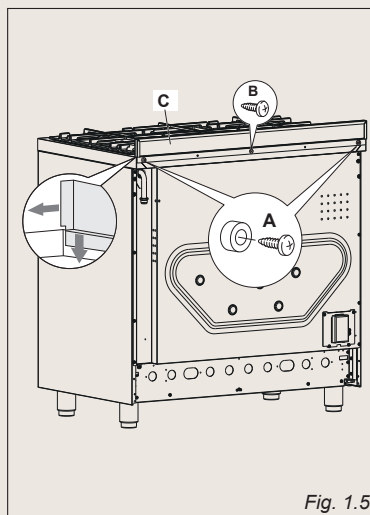

Fig. 1.5
Avant d'installer la cuisinière, assembler la protection arrière "C" (fig. 1.5).
- * Enlever les entretoises "A" (fig. 1.5) en dévissant la vis de fixation.